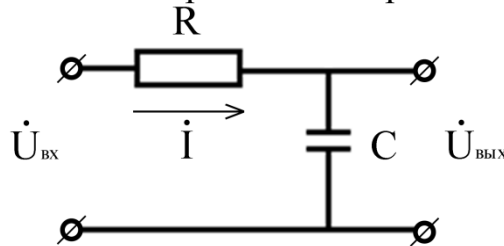

Рис.1.1
Схема фильтра нижних частот приведена на рис.1.1.
Сравнивая (1.4) и (1.7) видим, что в этом случае цепочка рис.1.1 выполняет операцию интегрирования входного сигнала с коэффициентом $K_{инт} = \frac{1}{\tau} = \omega_{гр}$, и цепочка в этом случае может быть названа интегрирующей.
1) На лабораторном макете собрать схему ФНЧ (рис.1.1). Записать значения параметров схемы. Рассчитать постоянную времени.